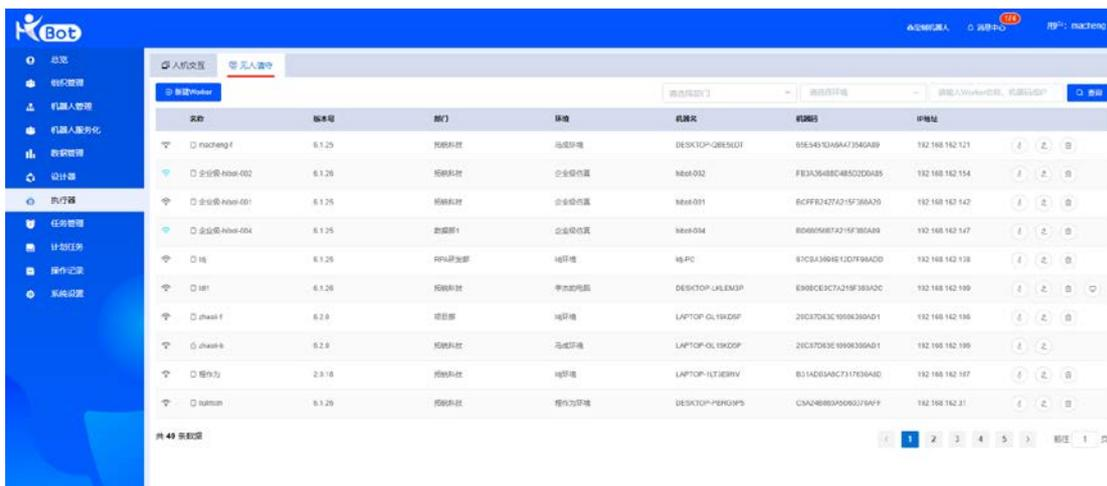

图 52
- 远程查看/远程控制：Commander 管理平台向指定 Worker 终端发起的查看或者控制请求。人机交互 Worker 终端接受请求后，Commander 平台用户可以访问 Worker 终端，并实现查看或者进行相关操作。如果 Worker 终端没有接受请求或者拒绝，则 Commander 平台用户无法访问 Worker 终端。如图 51，图 52。
- 无人值守 Worker 列表：Worker 连接状态（未连接/已连接）、包括 Worker 名称、Worker 版本号、所在部门、Worker 环境、无人值守 Worker 机器名称、无人值守 Worker 机器码、Worker 最后登录 IP 地址，如图 52.